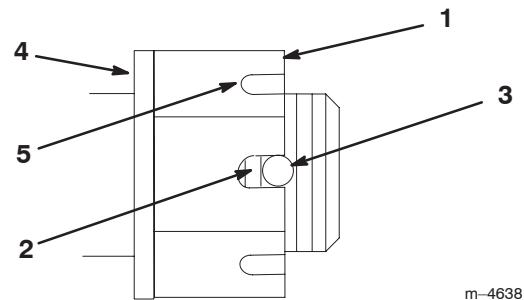

Figure 49
4. Serrez le boulon crénelé à 170 Nm (125 pieds-livres) (Fig. 49).
Remarque : On ne doit pas voir plus de 2 filets (Fig. 49).
6. Si plus de 2 filets sont visibles, enlevez l'écrou et placez une rondelle entre le moyeu et l'écrou (Fig. 49).
7. Serrez le boulon crénelé à 170 Nm (125 pieds-livres) (Fig. 49).
8. Serrez l'écrou jusqu'à ce que le jeu de fentes suivant soit en face du trou de l'axe (Fig. 49).